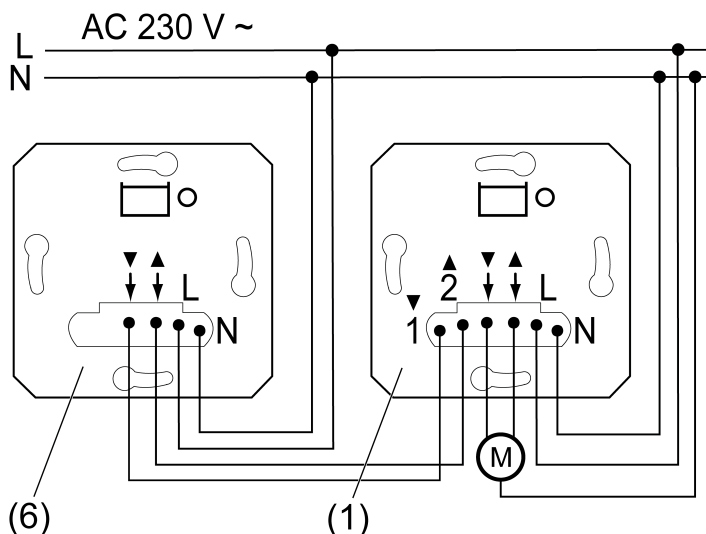

Bild 2: Insats med extension
- Jalusiinsats (1) till lokal manövrering. Tillval: anslutning till en extension (6) (bild 2). Istället för jalusiinsatsen kan även en mekanisk jalusiknapp eller jalusibrytare användas som extension